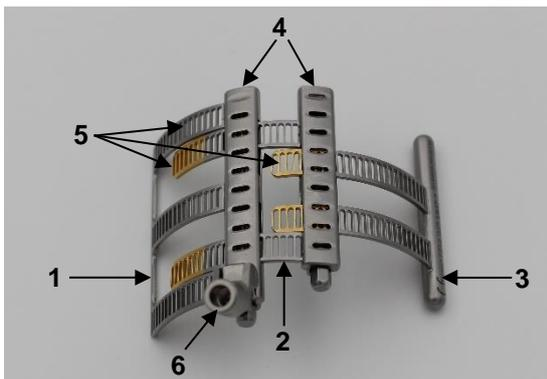

Abb. 1a: Treede Maxposition Blatt
Das größenverstellbare Treede Maxposition Blatt (Abb. 1a) besteht aus drei Elementen unterschiedlicher Größe: Basiselement (1), primäres Element (2) und sekundäres Element (3) (Abb. 1b). Ein Element setzt sich aus Kastenmodul (4) und Fächerblätter (5) zusammen (Abb. 1a).